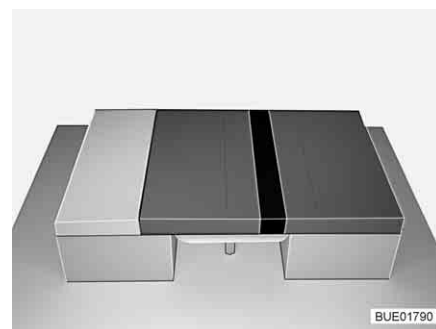

Fig. 97 Après la transformation
- Placer le coussin supplémentaire entre les coussins d'assise (voir Fig. 97).